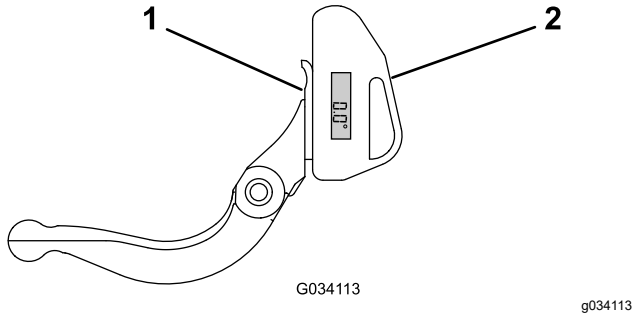

Bild 19
1. Positionieren Sie den Neigungsmesser an der Unterseite des Untermessers, wie in Bild 19 abgebildet.